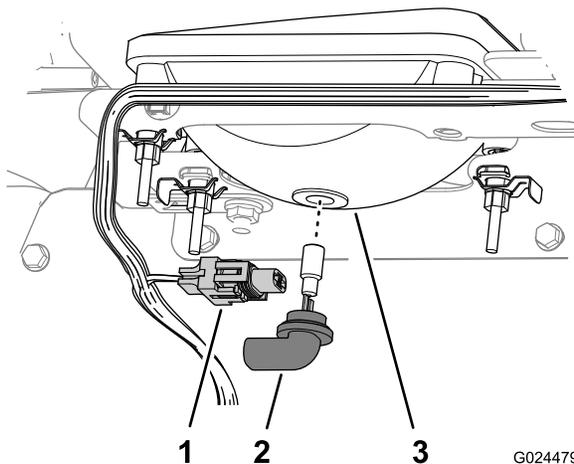

図 40
3. ヘッドライトハウジングの裏側からきているランプ・アセンブリ用ハーネスコネクタを外す **図 40**。
4. ランプアセンブリを左に1/4回転させて後ろに引き抜いてヘッドライトハウジングから取り出す **図 40**。
るタブをヘッドライトハウジングのスロットに合わせる **図 40**。
6. ランプアセンブリを右方向に1/4回転させて取り付ける **図 40**。
7. ハーネス用のコネクタを、新しいランプアセンブリのコネクタに接続する **図 40**。